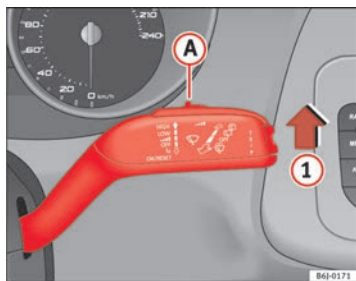

Abb. 63 Scheibenwischerhebel
- Bewegen Sie den Scheibenwischerhebel in Position **1** ⇒ Abb. 63.